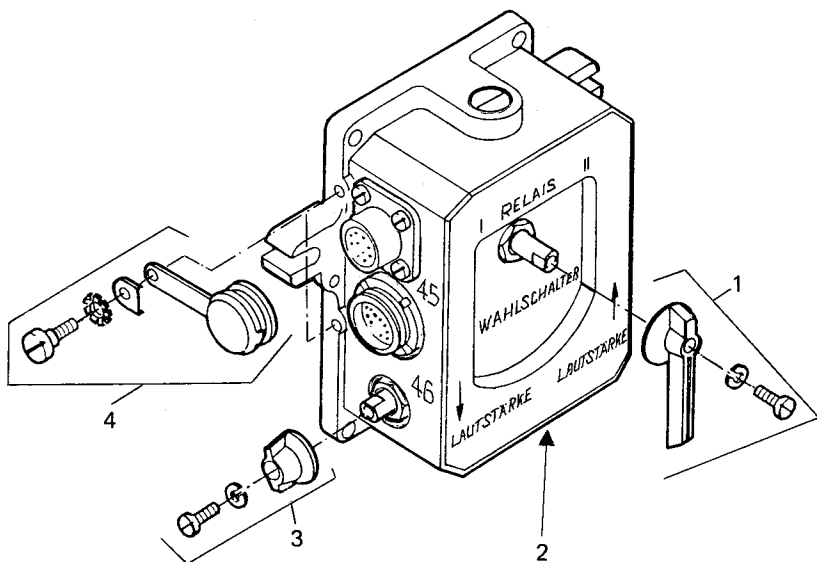

Bild 32 Wechseln der Teile am Relaisstellen-Bediengerät
- Am Relaisstellen-Bediengerät die schadhaften Teile gemäß Bild 32 wechseln.